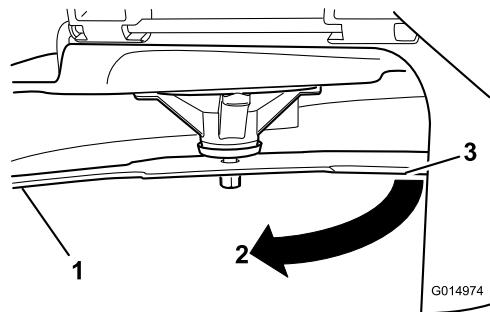

Figura 57
- 3. Distanza misurata tra la lama e la superficie (A)
- 4. Ruotate la stessa lama di 180 gradi in modo che il tagliente opposto si trovi ora nella stessa posizione (Figura 57).